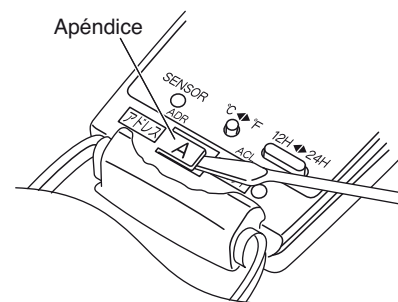
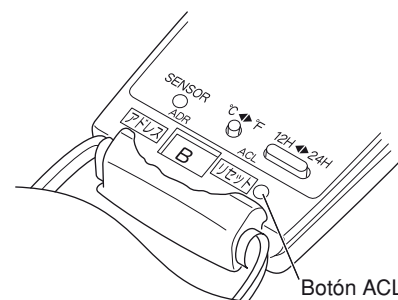
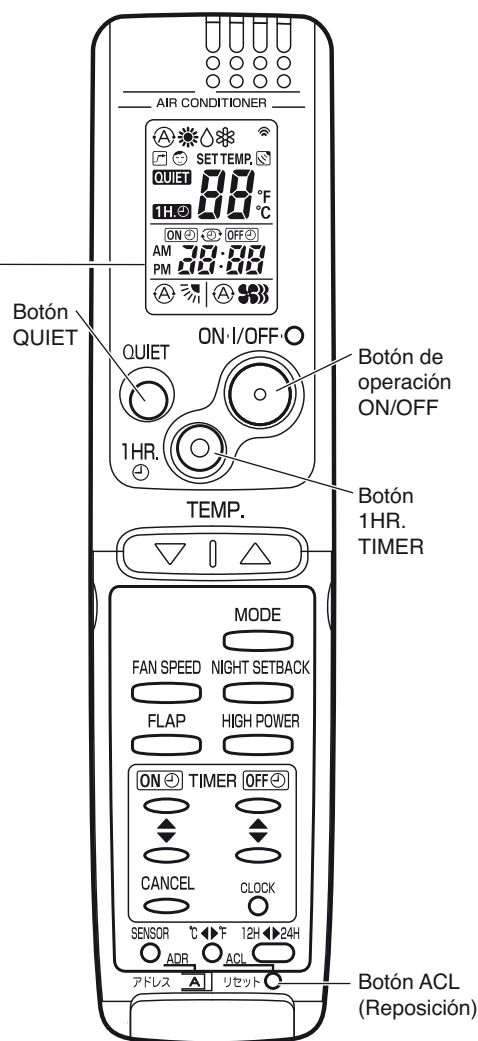

Fig. 62
Fig. 63
Fig. 64
- (1) Conecte la alimentación.
- (2) Rompa la lengüeta de ajuste de la dirección que tiene la marca "A" en el mando a distancia para cambiar la dirección (Fig. 62). Cuando se extraiga la lengüeta, la dirección se ajustará automáticamente a B (Fig. 63).
- (3) Presione y mantenga presionado el botón QUIET del mando a distancia y el botón 1HR. TIMER. Luego, presione y mantenga presionado el botón ACL (Reposición) con un objeto puntiagudo como pueda ser la punta de un bolígrafo. Después de 5 segundos, suelte primero el botón ACL, y luego suelte los botones QUIET y 1HR. TIMER. Aparecerá "oP-1" (funcionamiento de prueba) parpadeando en el visualizador del reloj del mando a distancia.
- (4) Cada vez que se presiona el botón 1HR. TIMER, la visualización cambia como se muestra abajo. Presione 2 veces este botón para cambiar la visualización a la de "oP-7" (ajuste de dirección). (Fig. 64)
- (5) Ahora se ha seleccionado "oP-7" para el ajuste de la dirección.
- (6) Presione el botón de operación ON/OFF del mando a distancia. (Fig. 64) Compruebe que se oiga el sonido de recepción de la señal de "pitido" desde la segunda unidad interior (aproximadamente 5 veces). El sonido que escuche será señal que se ha cambiado la dirección del mando a distancia.
- (7) Finalmente, presione el botón ACL (Reposición) del mando a distancia para cancelar la visualización de "oP-7" parpadeando. (Fig. 64)